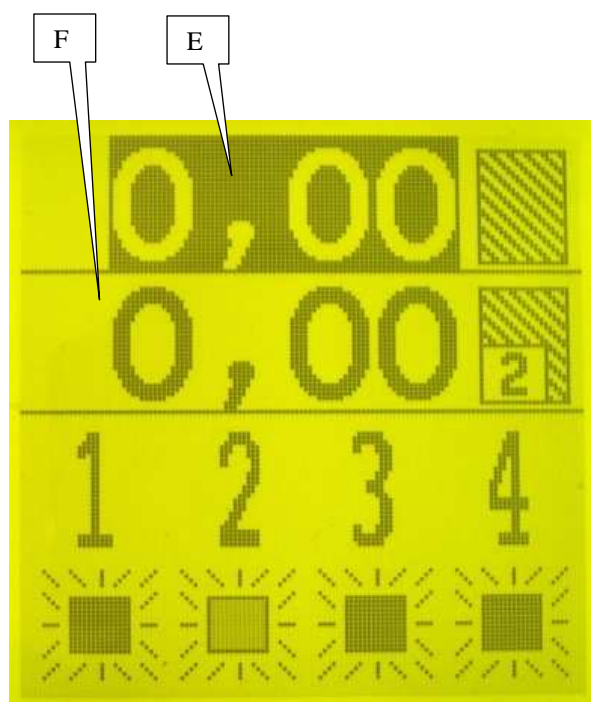

Fig. 2
Appuyer sur la touche  pour faire défiler les lignes et ainsi visualiser les lignes cachées (Fig. 2).
- E : compteur de surface total (Fig. 2)
- F : compteur de surface partiel 2 (Fig. 2)
Press button  to run through the lines and see the hidden lines (Fig. 2).
- E : total area counter (Fig. 2)
- F : partial area counter (Fig. 2)